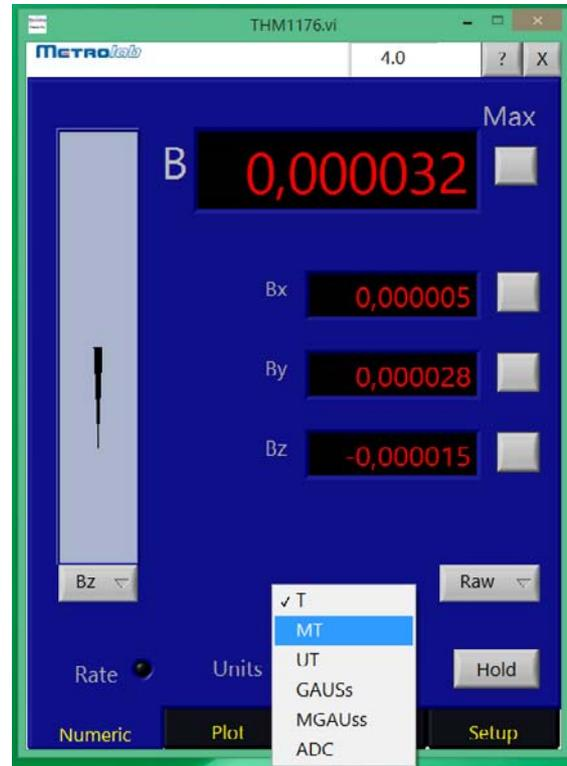

Fig. 5: Cambio de la unidad.
Haciendo clic en el botón de "Units", se puede cambiar la unidad de las mediciones, de Tesla (T) a miliTesla (MT), o a microTesla (UT), etc, como se ve en Fig. 5.